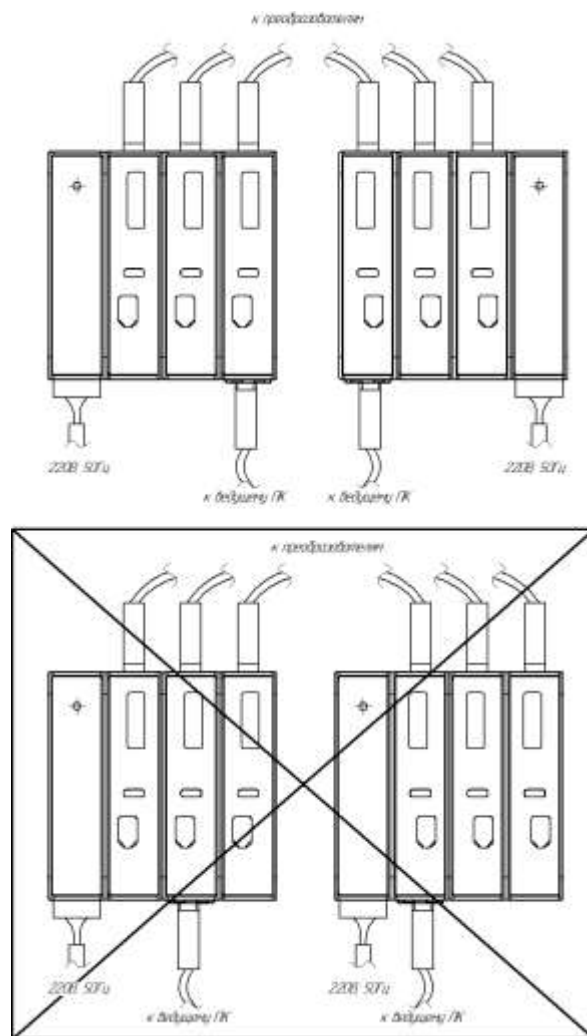

Рисунок 1.2 – Правильное и неправильное относительное расположение БП и головного/концевого БОИ
1.4.3 Головной/концевой БОИ и БП должны находиться в крайних положениях друг относительно друга (см. рисунок 1.2), в противном случае может нарушаться устойчивость связи прибора с ПК.